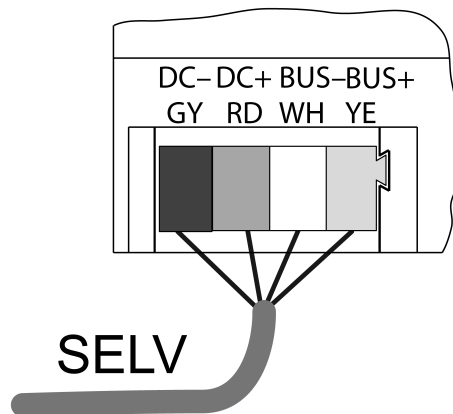

Imagen 1: Esquema de conexión - cable de bus
- Conectar el aparato con cable de bus (Imagen 1) al módulo de recepción REG y al suministro de tensión (véanse las instrucciones Módulo de recepción REG y suministro de tensión).